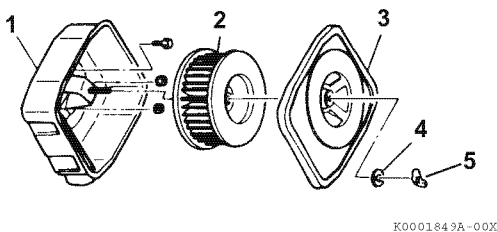

Abbildung 7
1. Flügelmutter (5, **Abbildung 7**) und Dichtung (4, **Abbildung 7**) abnehmen.
2. Den Luftfilterdeckel abnehmen (3, **Abbildung 7**).
3. Den Luftfiltereinsatz abnehmen (2, **Abbildung 7**).
5. Die Luftfilterabdeckung von außen und innen reinigen (1, 3, **Abbildung 7**).
6. Luftfiltereinsatz (2, **Abbildung 7**) erneut in die Luftfilterabdeckung einsetzen (bzw. einen neuen Einsatz einsetzen).